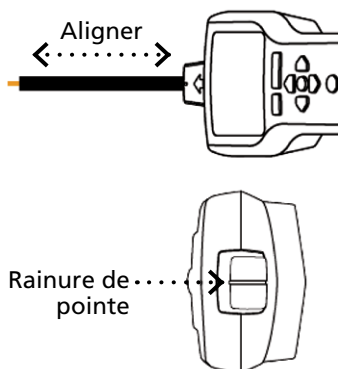

Figure 3.1h :
5. Positionnement du récepteur : Pour de meilleurs résultats, alignez la rainure sur le capteur de pointe avec la direction du fil. Le signal peut être perdu si elle n'est pas alignée correctement (Figure 3.1h).